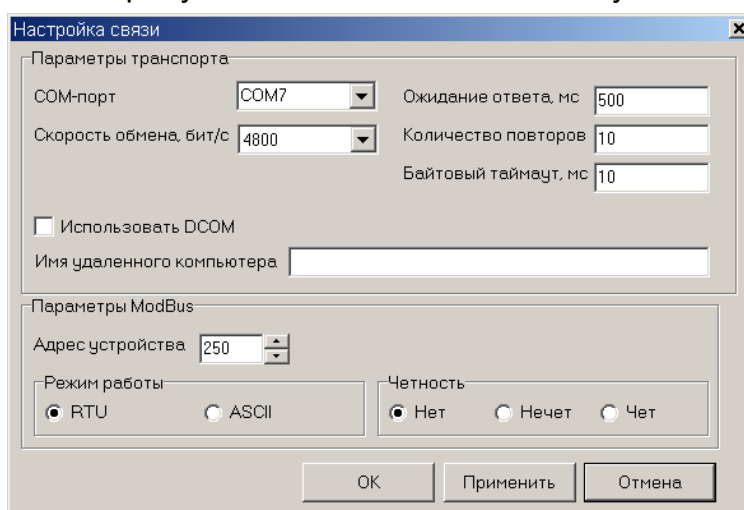

Рис.4. Вид окна «Настройки связи».
- 3.1.3. Нажмите кнопку «Настройка связи», в открывшемся окне (рис.4) заполните требуемые поля и нажмите кнопку «ОК».